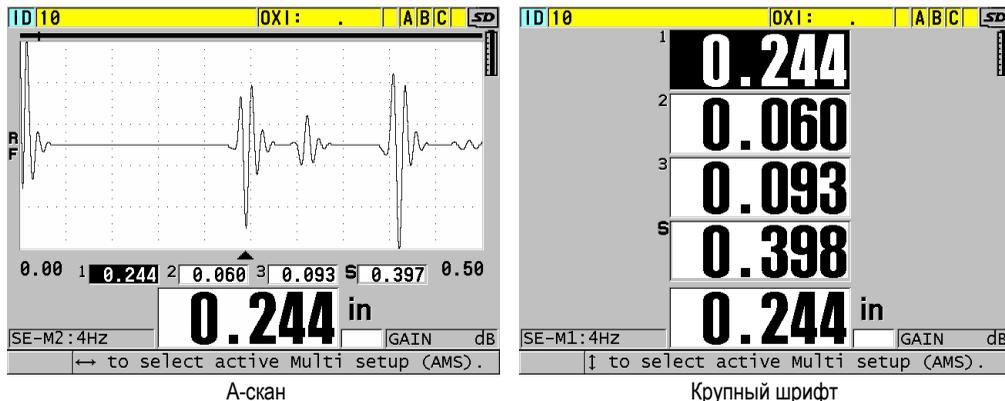

Рис. 7-8 Варианты отображения показаний толщины (трех отдельных слоев и общей толщины) в режиме мульти-измерения
- d) Выберите **РЕЖИМ ОТОБРАЖЕНИЯ** (см. Рис. 7-8 на стр. 120):
- c) Установите **РЕЖИМ ОТОБРАЖЕНИЯ** на **А-СКАН** или **КРУПНЫЙ ШРИФТ** (см. Рис. 7-8 на стр. 120).